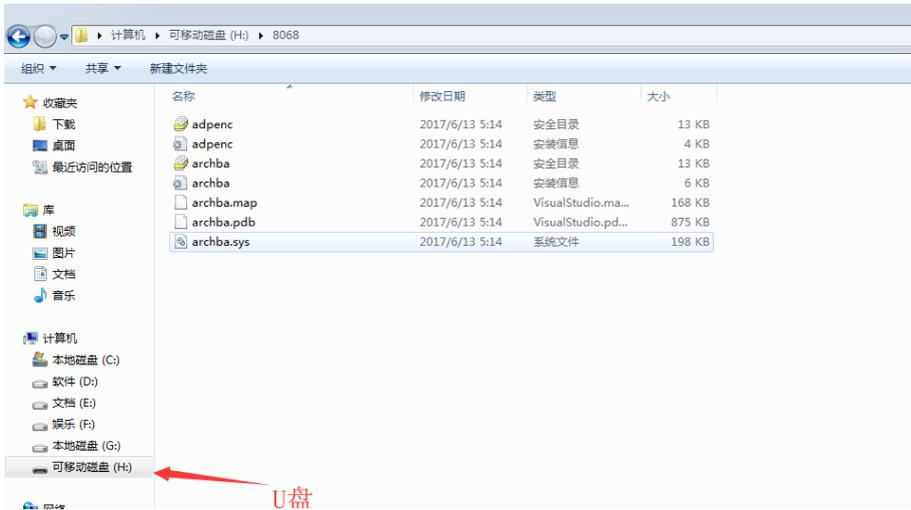

图 6-42
w. 恭喜，Centos 6.4 安装完成。如图 6-42 所示。